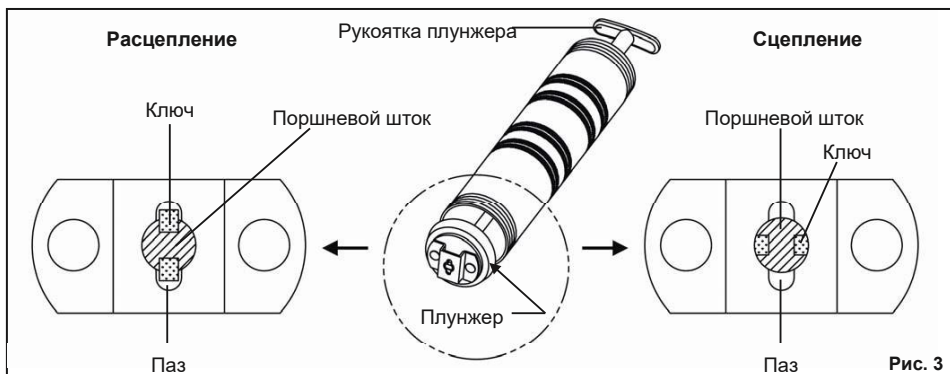

Рис. 3
2. Если пистолет по-прежнему не работает. Полностью оттяните поршневой шток назад и сцепите его с плунжером, повернув рукоятку плунжера примерно на 1/4–1/2 оборота, чтобы установить положение ключа. См. рис.3.
1. Установите плунжер в положение сцепления. См. рис. 3.